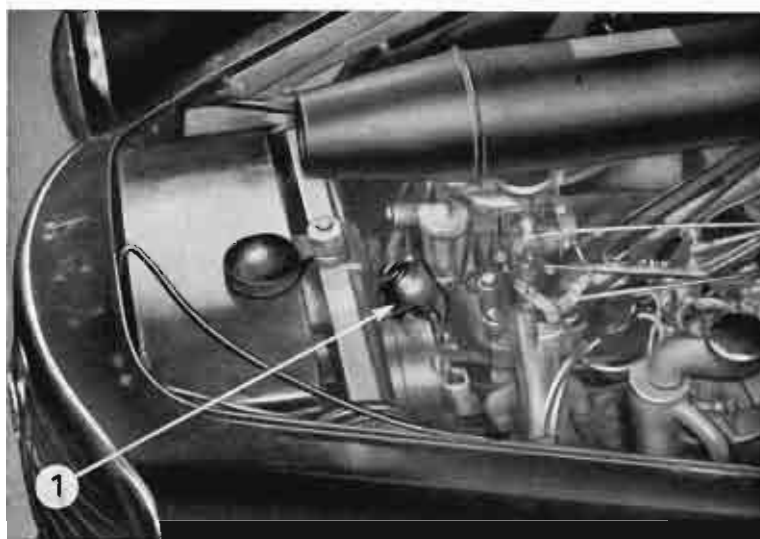

Fig. 9
Le moteur a son meilleur rendement dans une zone de température voisine de 70°. Deux thermostats (1) (fig. 9) ferment presque complètement la circulation d'eau vers le radiateur tant que la température de 70° n'est pas atteinte.